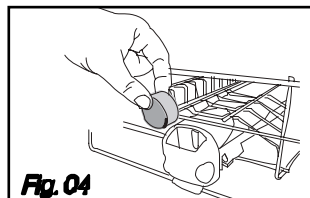
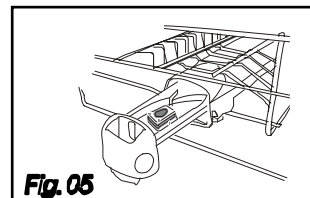

Fig. 04
Fig. 05
não multifunções no compartimento exterior (fig. 04) ou para um óptimo funcionamento, puxar a gaveta do distribuidor e colocar a pastilha. (fig. 05)
- **Colocar a pastilha** no compartimento exterior (fig. 04 página anterior), **ou para um óptimo resultado, puxar a gaveta do distribuidor e colocar a pastilha no interior.** (fig. 05 página anterior).